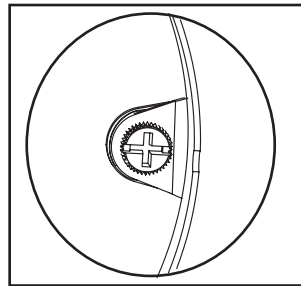
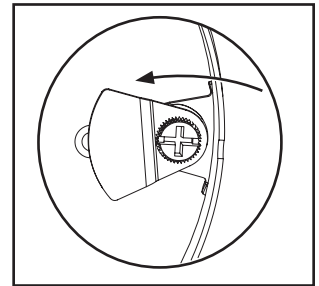

Figura 22.
Figura 23.
5. Desenganche el gancho de sujeción (Figura 22.) girándolo más allá de las lengüetas (Figura 23.).